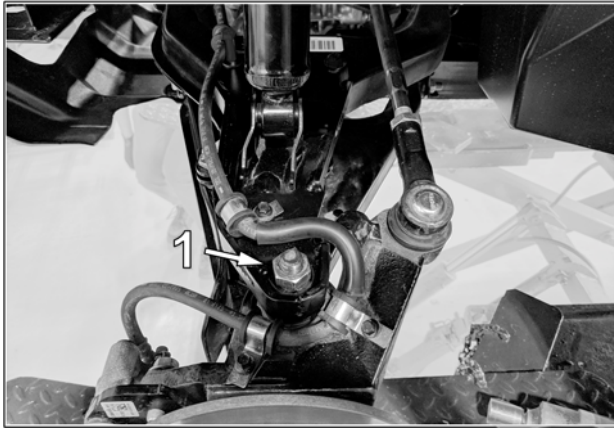

Fig. 18
7. Réinstaller l'écrou (1) du joint à rotule sans le serrer pour le moment. Voir la Fig. 18 ou la Fig. 19.